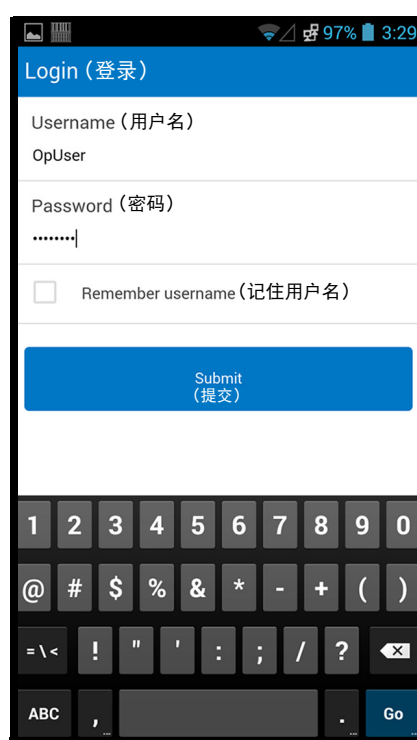
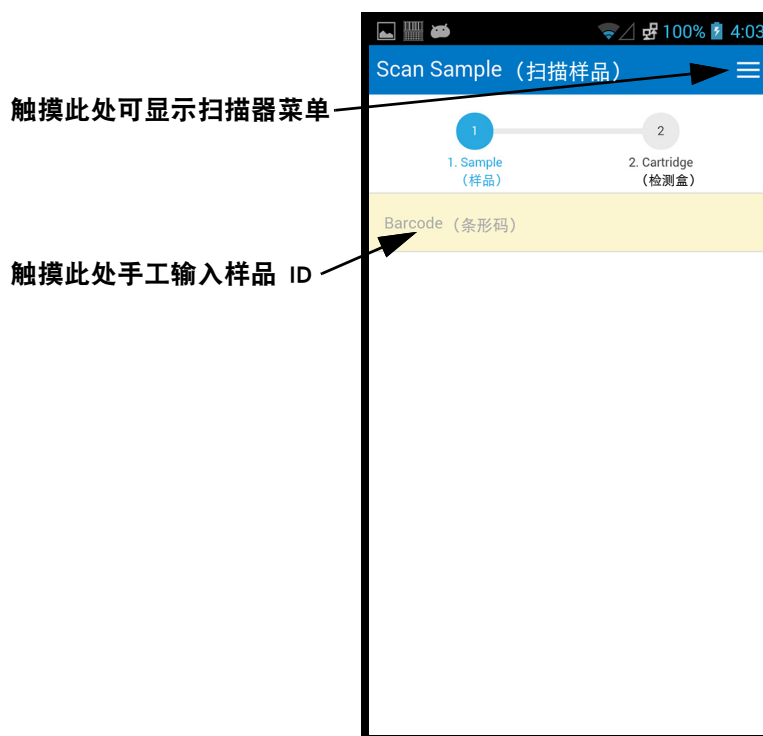

图 5-101. Cepheid Link 扫描器登录（Cepheid Link Scanner Login）屏幕
图 5-102. Cepheid Link 扫描样品屏幕
3. 使用分配给您的用户名和密码登录到 Cepheid Link 扫描器（见图 5-101）。扫描样品（Scan Sample）屏幕将会显示。请参见图 5-102。
- 1) 触摸屏幕的**条形码 (Barcode)** 区域 (见图 5-102)。键盘将显示一个小键盘 (见图 5-105), 以便让用户手工输入样品 ID。
- 如果检测盒无法成功与样品配对，错误（红色的 X）屏幕会与错误消息一起显示（见图 5-108 作为例子）。触摸**确定 (Ok)**按钮返回到扫描检测盒（Scan Cartridge）屏幕。扫描器将返回到扫描样品（Scan Sample）屏幕（见图 5-102）。
- 扫描器会显示确认（Confirmation）屏幕（见图 5-110）。如果不需要扫描等份试样，如果确认（Confirmation）已启用，会返回到扫描样品（Scan Sample）屏幕（见图 5-102）。
- 触摸**重新开始 (Start Over)**，就会不扫描等份试样，但会返回到扫描样品（Scan Sample）屏幕。请参见图 5-102。触摸**重新开始 (Start Over)**按钮之后，确认（Confirmation）屏幕将被显示出来。
- 如果检测法设置了等分，但样品还没有被分成等分，触摸**跳过 (Skip)**以跳过扫描等分步骤。扫描器会显示确认（Confirmation）屏幕（见图 5-110），如果不需要等分试样，如果确认已启用，将返回到扫描样品（Scan Sample）屏幕（见图 5-102）。
- 触摸**重新开始 (Start Over)**，就会不扫描等分试样并返回到扫描样品（Scan Sample）屏幕（见图 5-102）。触摸**重新开始 (Start Over)**按钮之后，确认（Confirmation）屏幕将被显示出来。
## 7. （可选的）扫描器会显示确认（Confirmation）屏幕（见图 5-110）（如果启用），或回归到扫描样品（Scan Sample）屏幕（见图 5-102）。
8. 如果显示确认（Confirmation）屏幕，触摸**重新开始 (Start Over)**以进入扫描样品（Scan Sample）屏幕。请参见图 5-102。
10. 当所有样品和检测盒已扫描，登出 Cepheid Link 。通过触摸下拉菜单中的菜单图标进入扫描器菜单（见图 5-102 ）。将显示扫描器菜单。请参见图 5-111。
12. 在登出对话框中，触摸 OK （确定）以登出扫描器（见图 5-112 ）。扫描器登录屏幕将被显示出来。请参见图 5-101。